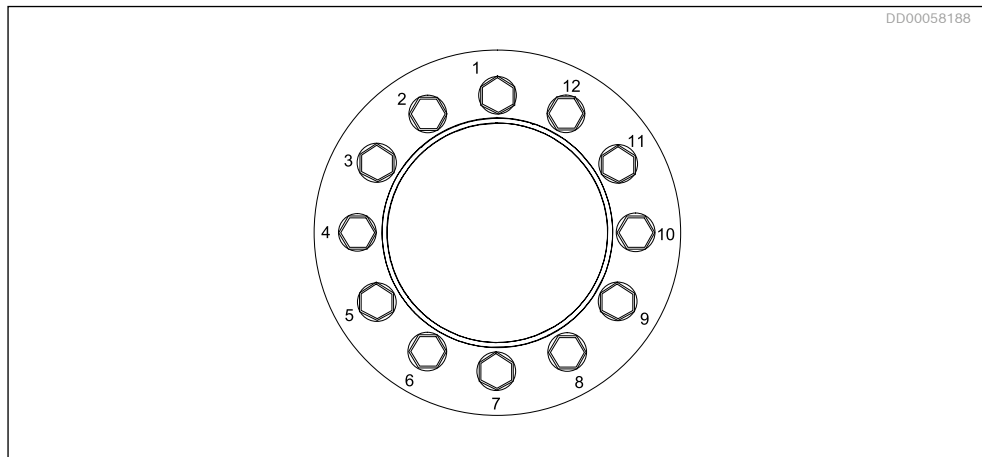

Fig. 39: Orden en que se debe apretar
5. Ajuste el torquímetro a un máx. de 1/3 del máximo torque especificado para los tornillos de acoplamiento, apriete todos los pernos siguiendo la secuencia que se muestra en *Fig. 39*, para 2 o 3 vueltas. Aumente el torque a un máx. de 2/3' del torque máximo y apriete los pernos otras 2 o 3 vueltas.
7. Empiece por apretar los tornillos siguiendo la secuencia mostrada en *Fig. 39*.